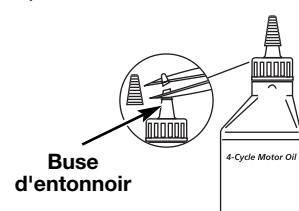

Fig. 2
Votre appareil est livré avec une bouteille d'huile SAE 30 SF, SG, SH de 90 ml (3,04 oz) (Fig. 2).
1. Dévissez le bouchon de la bouteille d'huile et retirez le papier couvrant l'ouverture. Replacez le bouchon. Coupez la pointe de la buse de l'entonnoir (Fig. 2).